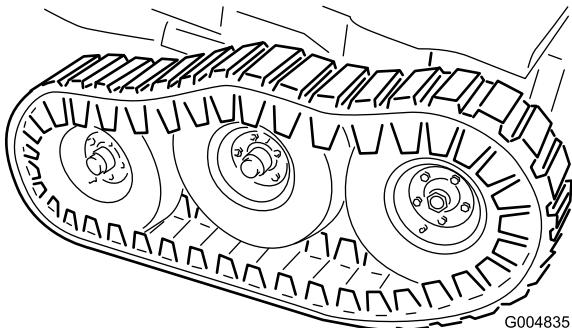

Figura 54
26. Baixe o apoio de solo até as rodas da frente sustentarem a estrutura. Instale as anilhas planas (1/2 pol.) e as porcas de bloqueio no perno da articulação bogie (Figura 54) e aperte com 102 N m.